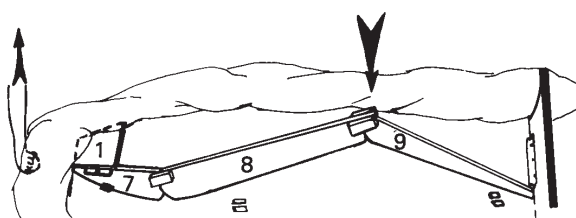
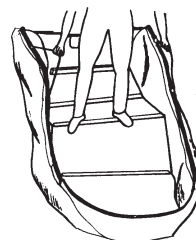

Abb. 3
Abb. 6
5. Drücken Sie das so gebildete Dach vorsichtig flach. Achten Sie darauf, dass die einzelnen Kielelemente dabei gerade ausgerichtet bleiben [Abb. 3].
6. Stecken Sie die Bodenelemente ineinander [Abb. 3]. Achten Sie dabei darauf, dass das Heckelement (6) sauber am Heckspiegel anliegt [Abb. 6].
7. Stellen Sie zwei Bodenelemente zu einem Spitzdach auf [Abb. 3] und **vergewissern** Sie sich, dass der gesamte Aufbau gerade ausgerichtet ist, die Bodenelemente sauber in den Winkleisten zwischen dem Schlauchkörper und dem Boden stecken und der Kiel gerade in den Führungen sitzt.